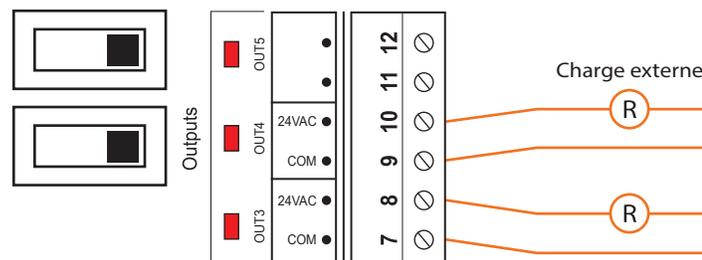

Figure 19 - Raccordement des sorties actives 3 et 4
1) Sortie active. Le C1000 alimente la charge (voir figure 19).